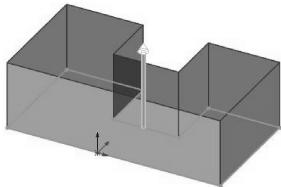

图 3-1 拉伸加材料特征
- **基础特征（加材料）：**也可以称为基于草绘的特征，用于构建基本空间实体。基础特征通常要求先草绘出特征的一个或多个截面，然后根据某种形式生成基本特征。基础特征（加材料）包括拉伸特征、旋转特征、扫描特征、放样特征、边界特征等。图 3-1 为利用【拉伸凸台/基体】命令创建的拉伸加材料特征。